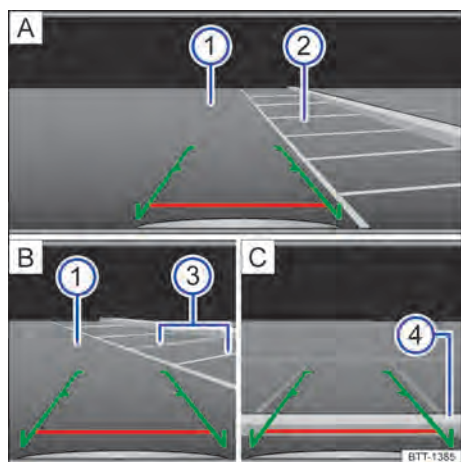

Fig. 102 Exibição do display do sistema de rádio: estacionar com a câmera de marcha a ré.
Legenda para Fig. 102:
- Posicionar o veículo na frente da vaga de estacionamento → Fig. 102 ② [A].
- Conduzir para trás lentamente e manobrar de modo que as guias verdes laterais conduzam entre as linhas de delimitação da vaga de estacionamento delimitada ② [A].
- Alinhar o veículo na vaga de estacionamento selecionada de modo que as guias verdes laterais fiquem em cima das linhas de limitação lateral ③ [B].
- Parar o veículo, quando a linha vermelha atingir a limitação traseira ④ [C]. >